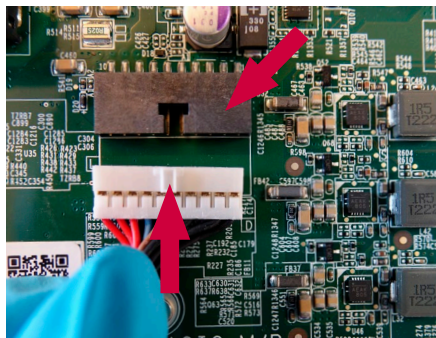

図27 バッテリーコネクタを再接続する
- バッテリーをバッテリーコネクタに再接続します(図12および図27を参照)